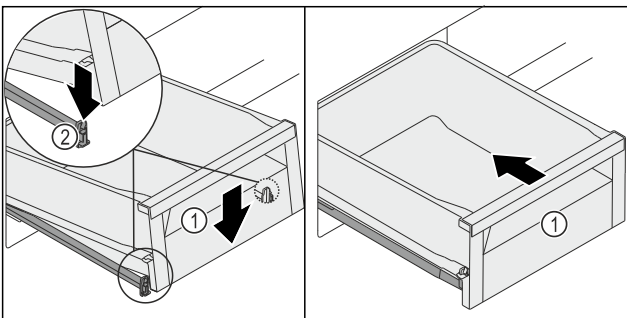

Fig. 137
- Schubfach Fig. 137 (1) vorne absenken, so dass das Schubfach links und rechts in die Klemme Fig. 137 (2) rutscht.
- Schubfach Fig. 137 (1) rastet hörbar ein.
- Schubfach Fig. 137 (1) einschieben.